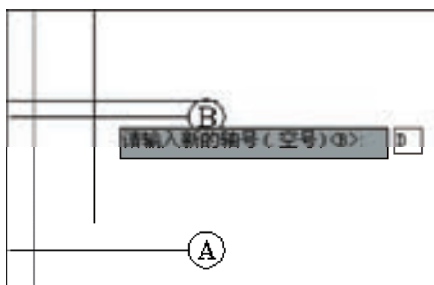
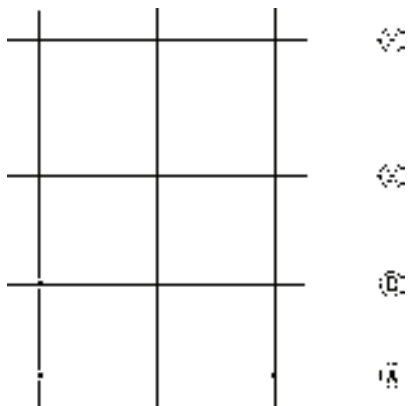

图 2-60 指定新轴号
图 2-61 重排轴号
4) 输入新轴号为 D, 如图 2-60 所示, 即可完成重排轴号的操作, 结果如图 2-61 所示。